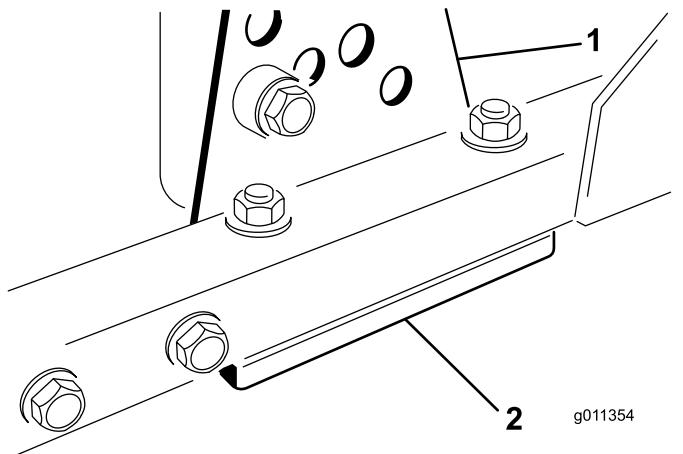

図 84
1. 刈高ブラケット前、左、右のうち1つをデッキのフレームから外す図 84。
2. デッキフレームとブラケットとの間に厚さ 1.5mm または 0.7mm のシム、場合によってはこれらの両方を挿入して、希望する刈高を達成する 図 84。